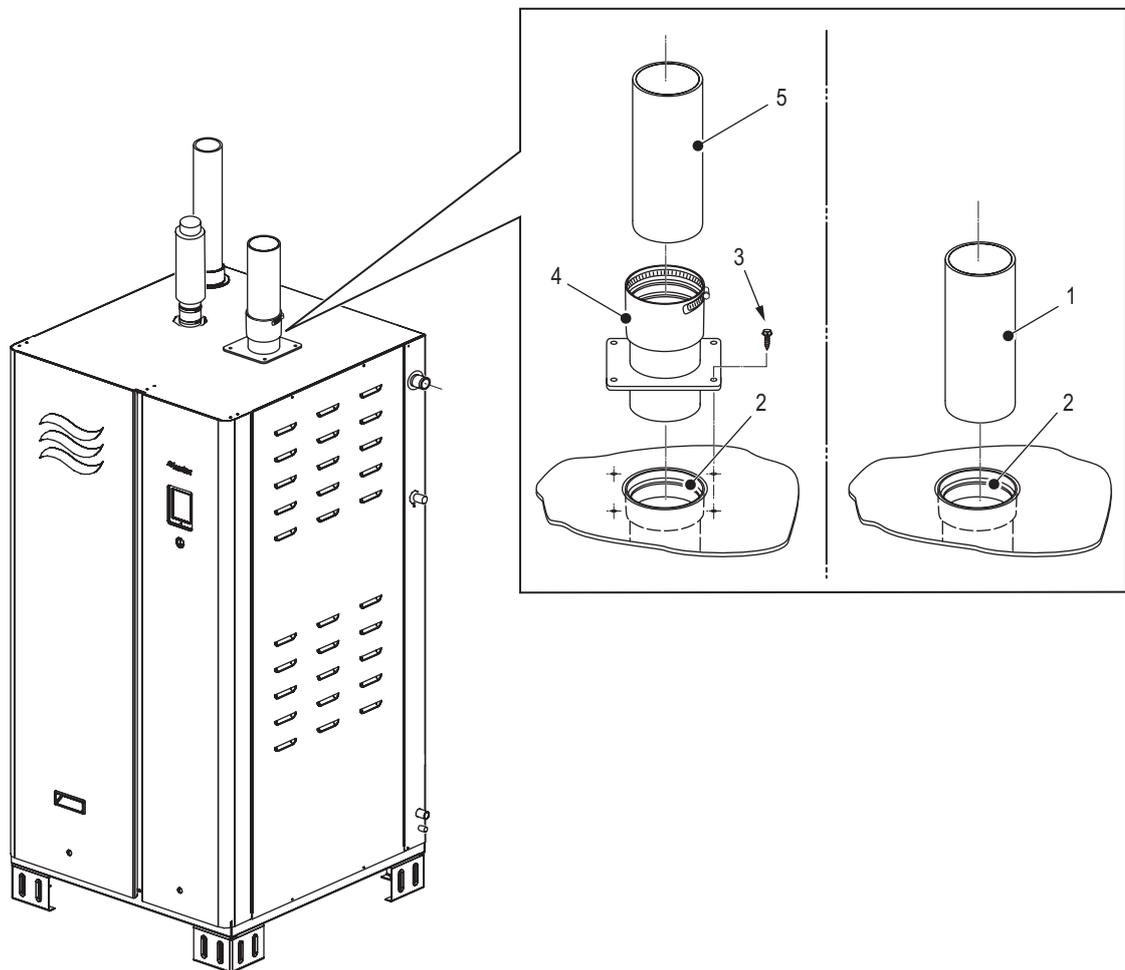

Figure 22: Raccordement de la conduite d'évacuation Condair GS
Toutes les installations de conduites doivent être conformes aux réglementations locales et nationales. Chaque modèle CS est livré avec un adaptateur (avec joints internes). Afin de connecter la conduite d'écoulement en plastique à l'appareil, insérez tout d'abord l'adaptateur dans la sortie d'évacuation et fixez-la sur le panneau du haut avec quatre vis à tôle (fournies) - voir Figure 22. Glissez ensuite la conduite d'évacuation dans l'adaptateur jusqu'à ce qu'elle sorte par le fond et fixez-la avec le collier intégré dans l'adaptateur. Aucun scellement n'est requis.
- La conduite d'évacuation en plastique doit être connecté au port d'évacuation sur l'humidificateur - voir la Figure 22 à la page 47.